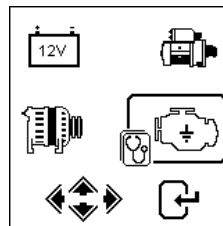

Fig.65
- A partir du menu principal, sélectionner en défilant vers la gauche avec la touche ► pour obtenir: (Fig.65):
12. Sélectionner la touche  pour quitter et retourner au menu principal (Fig.65).